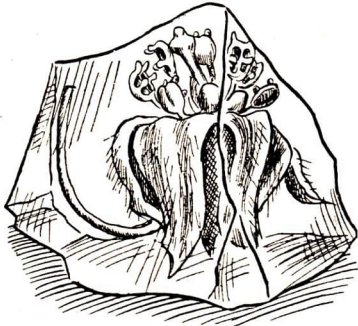

Abb. 9. Die Blüte eines Zimtbaumes als Bernsteineinschluß
1. Abbildung 9 zeigt ein Stück Bernstein, in dem die Blüte eines Zimtbaumes eingeschlossen ist. Wie entstand der Bernstein? – Welche Schlüsse ziehen Sie aus diesem Funde?